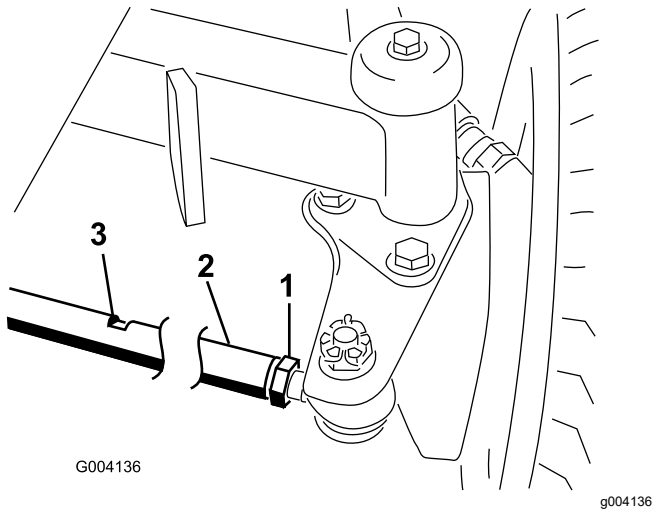

Figura 107
1. Afloje las contratuercas de ambos extremos del tirante (Figura 107).